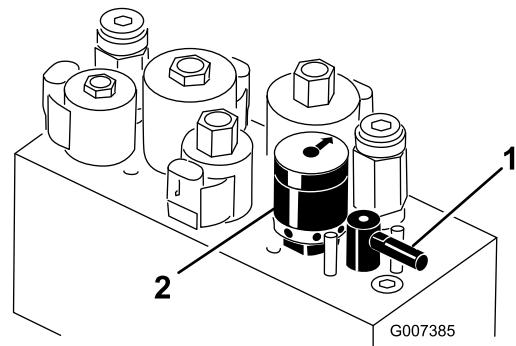

Figura 59
5. Rode a alavanca de retificação para a posição "R" (Figura 59).
6. Rode o controlo da velocidade dos cilindros para a posição 1 (Figura 59).